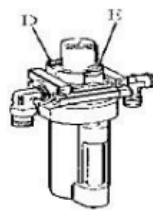

Fig 19
Les pièces endommagées doivent être remplacées par du personnel professionnel à l'aide de pièces de rechange fournies par le fabricant. (Fig. 19)
Vérifiez le niveau d'huile dans le brumisateur d'huile ; veuillez faire l'appoint avec de l'huile SAE30 si nécessaire. Dévissez-le à l'aide de la clé hexagonale (E). Selon le raccordement à l'air comprimé, appuyez d'abord 5 à 6 fois sur la pédale d'ouverture/fermeture de la pince ou sur la pédale de rotation de la table rotative, puis vérifiez si une goutte d'huile s'écoule du brumisateur d'huile. Pour un fonctionnement continu, appuyez deux fois à chaque fois, et une goutte d'huile devrait tomber ; si ce n'est pas le cas, réglez la vis (D) qui contrôle l'entrée d'huile à l'aide d'un tournevis plat. (Fig. 19)